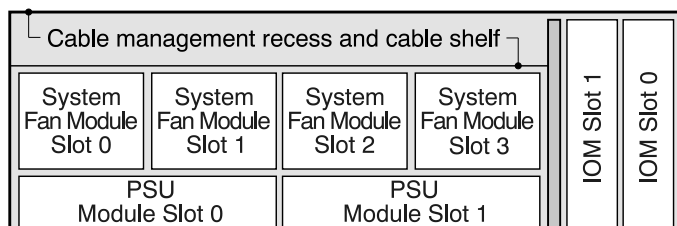
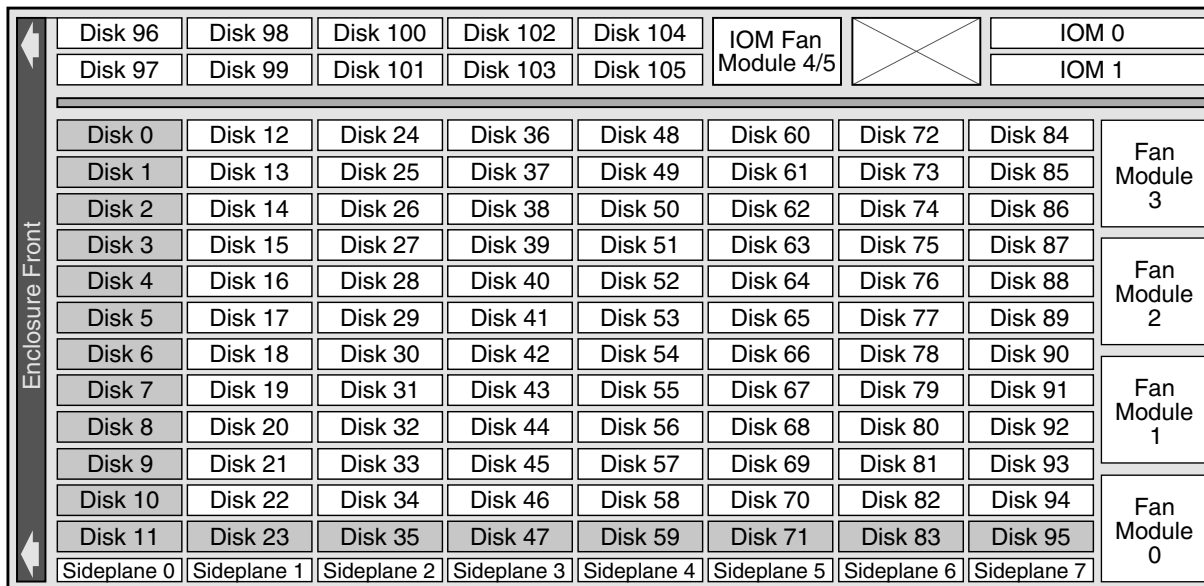

Figura 5. Gabinete Modelo 106 – diagrama de índice de slot do módulo do painel traseiro
Figura 11. Gabinete modelo 106 – módulo do painel superior – diagrama do índice de slot
Consulte Figura 5 para obter um diagrama conceitual que mostra a indexação de slot do módulo conforme visualizada do painel traseiro.
A Figura 11 na página 14 fornece um diagrama conceitual de numeração de índice de slot de módulo, conforme visualizado da parte superior de um gabinete Modelo 106 com todas as tampas removidas. Para visualizar a organização de slots do módulo de PSU abaixo dos slots do ventilador do sistema, consulte a Figura 5 na página 11.
O Modelo 106 foi projetado para uso com uma carga completa de discos; no entanto, ele também pode ser parcialmente preenchido. No Figura 11, os slots de disco de cor cinza indicam o posicionamento mínimo do módulo de disco por motivos de energia e resfriamento. Esses slots devem ser preenchidos em todos os casos. O acrônimo DDIC (Disk Drive In Carrier) é usado como um sinônimo para o módulo da unidade de disco.
O Modelo 106 não é fornecido com módulos de unidade de disco pré-instalados. Ao instalar módulos da unidade de disco, esteja ciente do índice de numeração do slot de disco, conforme mostrado em Figura 11. As regras a seguir se aplicam ao preencher o gabinete Modelo 106 com discos que possuem potência máxima de unidade de 12 watts por slot:
- Preencha a disposição mínima de slots de disco indicada pelos slots de disco de cor cinza em Figura 11.
>>**Importante:** Se o gabinete Modelo 106 estiver configurado com um único módulo de expansão, ele >>deverá ser instalado no slot n° 0 do IOM (conforme mostrado na Figura 11 na página 14). Um IOM vazio >>deve ser instalado no slot adjacente (n° 1). Essa configuração é necessária para garantir um fluxo de ar >>suficiente através do gabinete durante a operação.